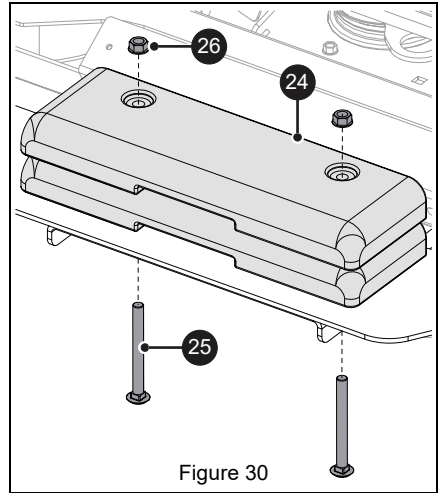

Figure 30
9. Fixer les deux masses en fonte (élément 24) à l'ensemble de masse avant à l'aide de deux boulons à tête ronde à collet carré (élément 25) et deux écrous à embase à blocage supérieur (élément 26). Insérer les boulons depuis le dessous du support de plaque de masse. Voir Figure 30.